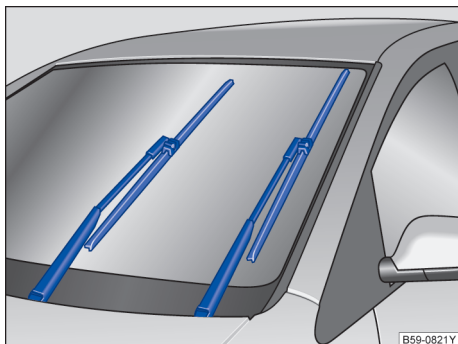

图 211 处于保养位置的刮水片
- 将风窗玻璃刮水器拨杆向下拨至点动刮水位置。使刮水器处于保养位置→图 211。